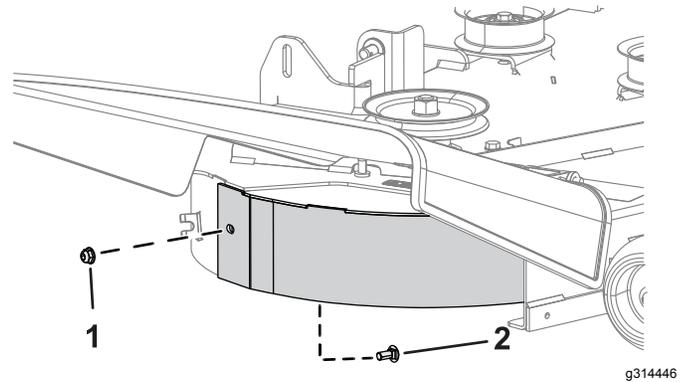

Figure 3
2. Fixez la paroi arrière du déflecteur droit sur le tablier de coupe à l'aide d'un boulon de carrosserie (5/16 x 3/4 po) et d'un écrou (5/16 po), comme montré à la Figure 3.